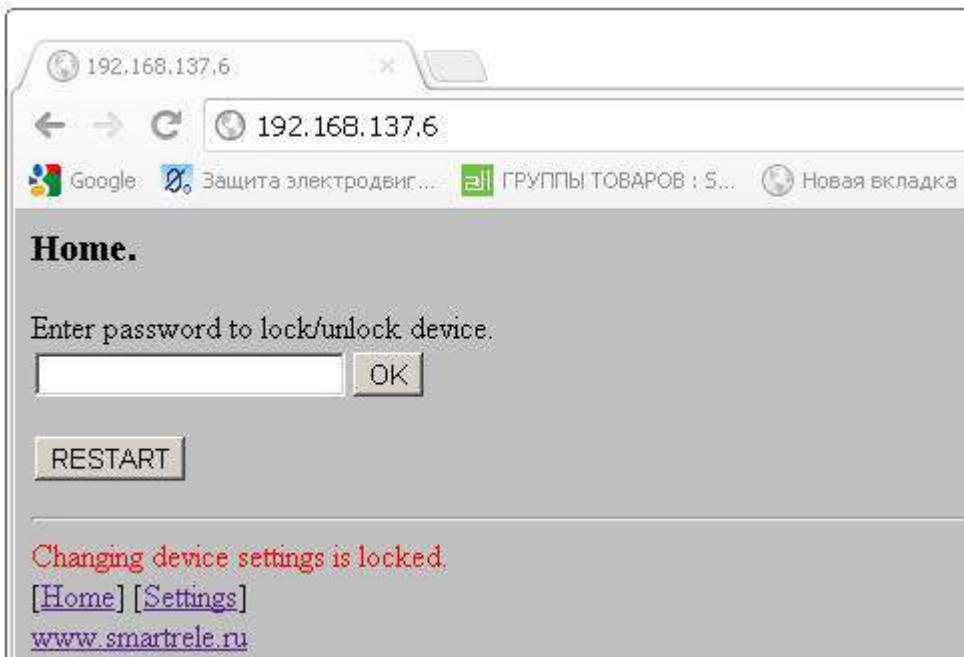

Рисунок 2 – Страница “HOME”
- 9.4 Запустите предпочтаемый браузер и наберите в строке адреса IP адрес адаптера (значение по умолчанию 192.168.1.6). В окне браузера отобразиться страница «HOME» адаптера (рис. 2). На странице расположено поле ввода пароля для разрешения изменения настроек устройства. Кнопка “RESTART” сохраняет внесенные изменения и перезагружает адаптер. В нижней части страницы расположена информационная строка и ссылки для переключения страниц.